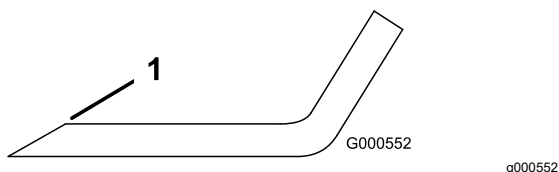

Figura 34
1. Folosiți o pilă pentru a ascuți marginea de tăiere la ambele capete ale lamei (Figura 34).
Notă: Dacă lama nu este echilibrată, pilii numai din capătul suprafeei velice (Figura 34).